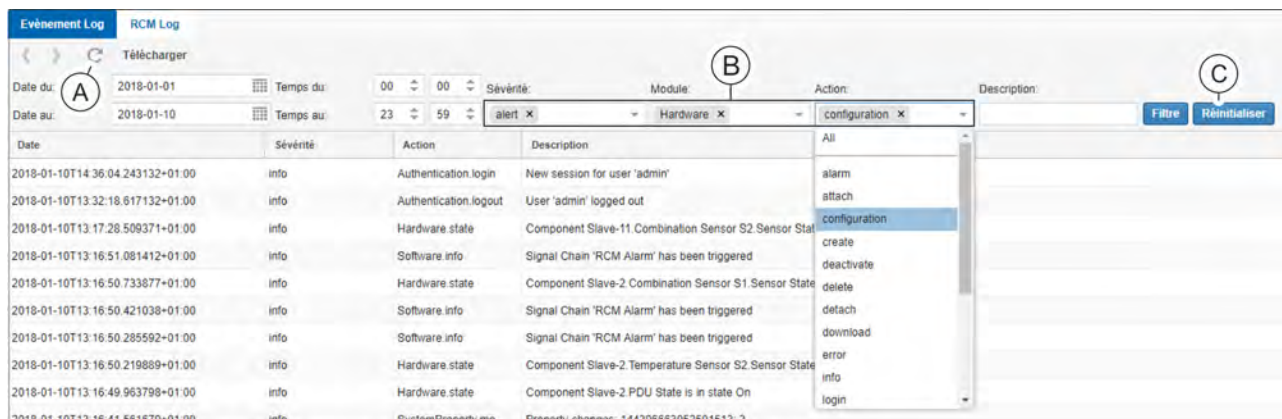

Fig. 121 : Suppression des filtres
1. ➤ Supprimer le filtre en appuyant sur le bouton  dans le filtre correspondant (Fig. 121 /ⓑ). Ou bien supprimer tous les filtres en appuyant sur le bouton « Réinitialiser » (Fig. 121 /ⓒ).
2. ➤ Cliquer sur le bouton  (Fig. 121 /Ⓐ).